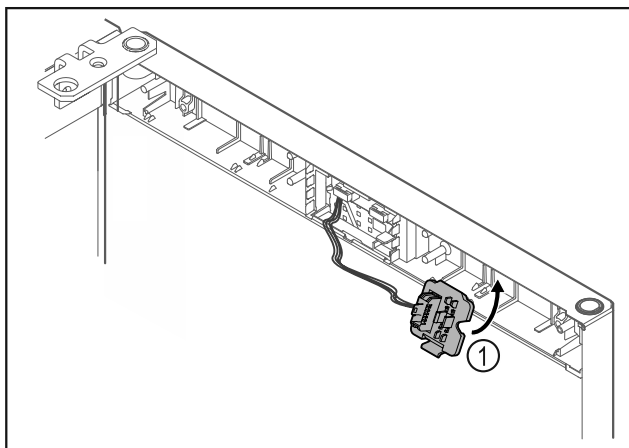

Fig. 16
- ▶ Фиксирайте държача на щекера Fig. 16 (1) от противоположната страна.